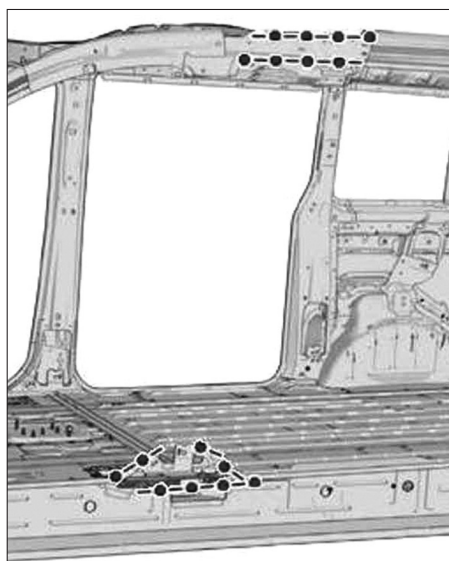

FIG. 62
- Préparer les bords d'accostage et les protéger par un apprêt soudable (Fig.62).